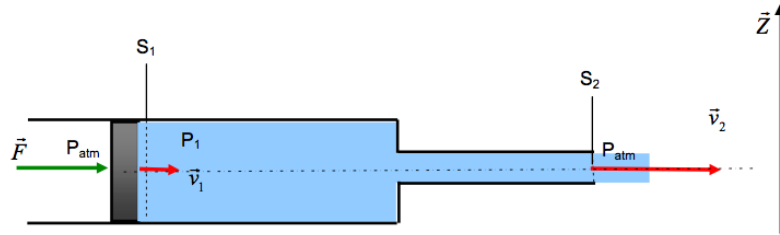

FIG. 2 – Écoulement du fluide hors de la seringue.
**B]** L'aiguille est dorénavant ouverte à l'air libre, et l'opérateur peut appliquer sur le piston une force quelconque,  $F$ . On note  $V_1$  la vitesse du piston, et  $V_2$  la vitesse du fluide au sortir de l'aiguille (cf. Fig. 2). On souhaite vider la seringue avec un débit volumique donné, qu'on notera  $Q_v$ .